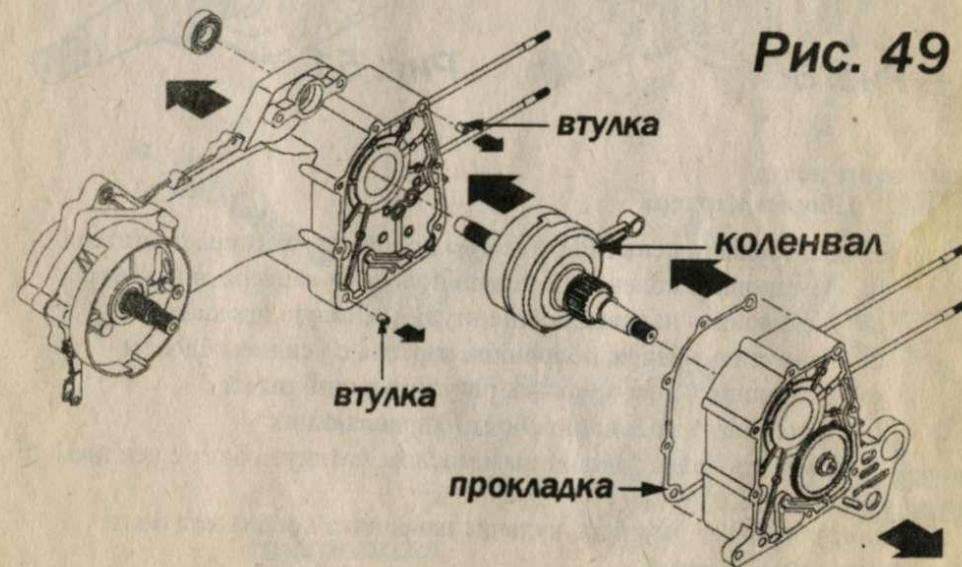

Рис. 49
- c. Рассоединить половинки картера (Рис. 49)
- d. Удалить прокладку и направляющие втулки. (Рис. 49)
- e. Снять коленвал (он не запрессован, снимается руками). (Рис. 49)